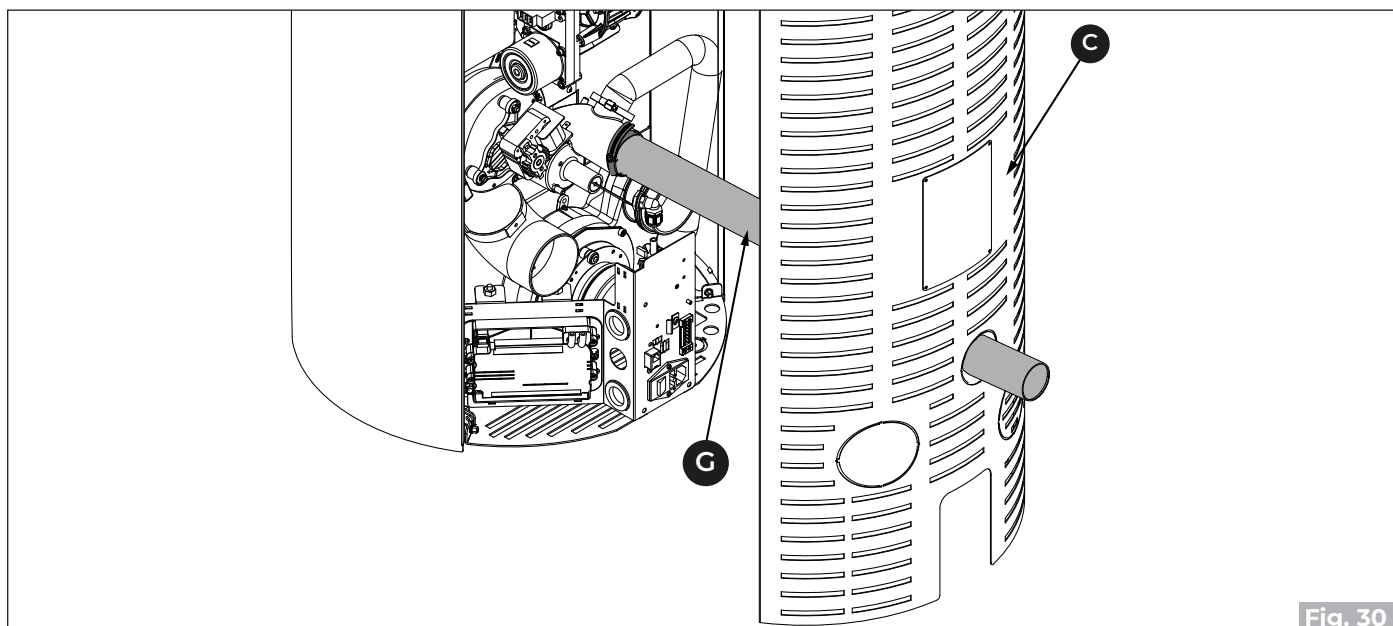

Fig. 30
- Priključite cev za odvod dimnih plinov (G) ("Fig. 30").